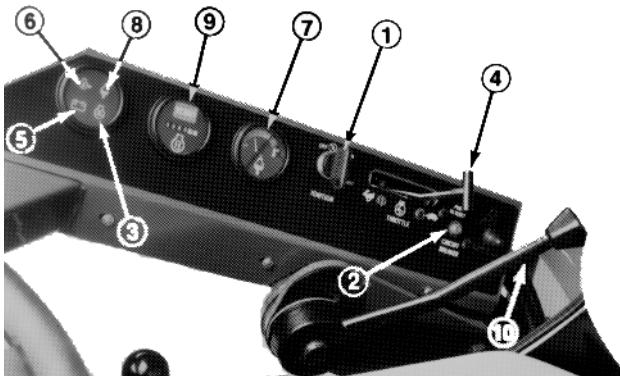

Figure 7
## CLE DE CONTACT (Fig. 7)
## VOYANT DE RECHAUFFAGE (Fig. 7)
## COMMANDÉ DES GAZ (Fig. 7)
## VOYANT DE CHARGE DE LA BATTERIE (Fig. 7)
## VOYANT DE PRESSION D'HUILE MOTEUR (Fig. 7)
## TEMPÉRATURE DU LIQUIDE DE REFROIDISSEMENT ET VOYANT DE SURCHAUFFE (Fig. 7)
## COMPTEUR D'HEURES (Fig. 7)
## COUPE-CIRCUIT (Fig. 7)
5. Tourner immédiatement la clé sur START (démarrage) (Fig. 7). Dès que le moteur démarre, lâcher la clé et la laisser revenir en position ON. Régler la commande des gaz sur LENT.